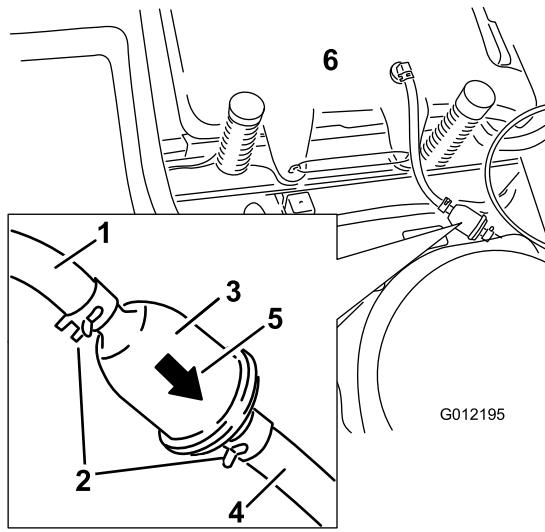

Bild 35
4. Drücken Sie die Enden der Schlauchklemmen zusammen und schieben Sie sie vom Filter weg (Bild 35).
6. Setzen Sie einen neuen Filter ein. Der Pfeil für die Flussrichtung muss vom Kraftstofftank zum Motor zeigen. Schieben Sie die Schlauchklemmen eng an den Filter (Bild 35), um ihn zu befestigen.